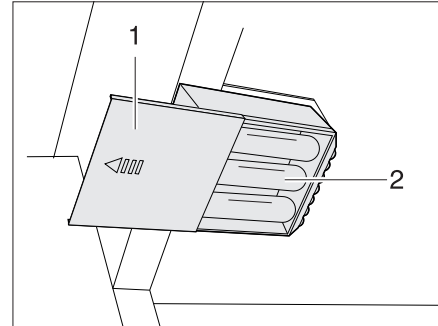

Fig. 265 Lámpara del armario ropero con LED, compartimiento de la batería abierto
- Sacar las baterías (Fig. 265,2) del portador de la batería.
- Meter nuevas baterías (Fig. 265,2) del mismo tipo con la polarización correcta (+/-).
- Deslizar de nuevo la tapa (Fig. 265,2).